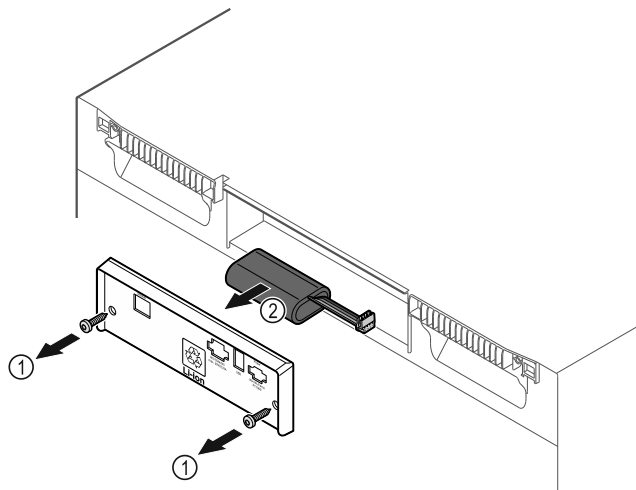

Fig. 229
- ▶ Dévisser les vis et retirer le couvercle situé à l'arrière de l'appareil Fig. 229 (1).
- ▶ Débrancher et retirer la batterie Fig. 229 (2).